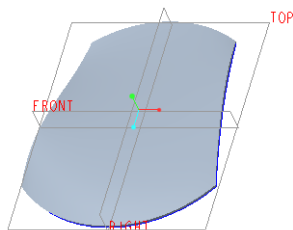

图 1-60 创建的边界混合壁
(5) 单击 (完成) 按钮，完成创建的边界混合壁如图 1-60 所示。